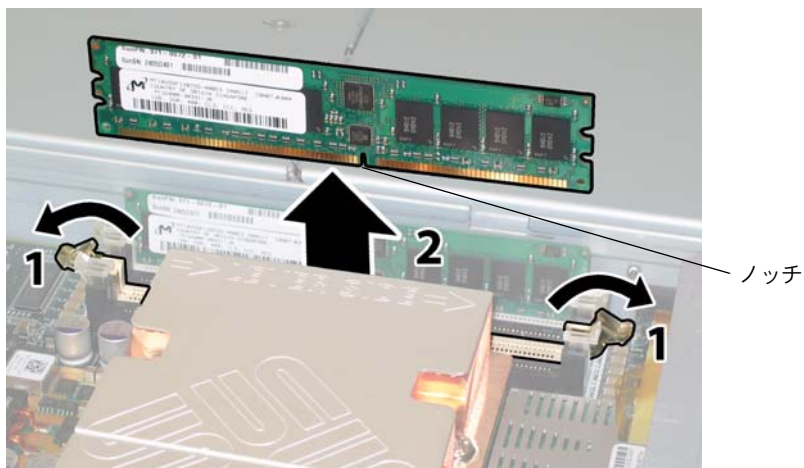

図 3-40 DIMM の取り外し
- a. 両方の DIMM スロットエジェクタを、外側に回せるだけ回転させます。DIMM がソケットから一部排出されます。図 3-40 を参照してください。
- b. DIMM 下端のノッチを DIMM ソケットのキーに合わせます。図 3-40 を参照してください。